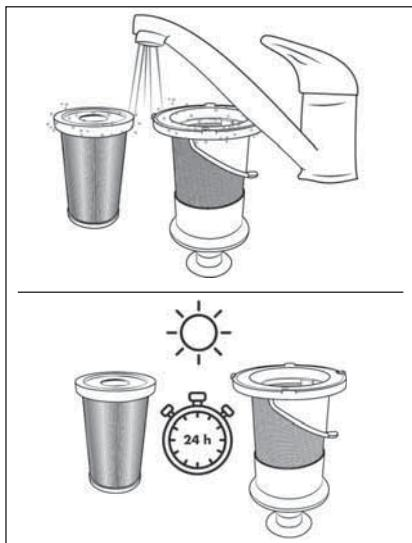

Afb. 21
- 4) Haal het EPA-filter 5 uit het RVS-filter 6 door in de opening van het EPA-filter 5 te grijpen en het uit het RVS-filter 6 te trekken (zie afb. 21).